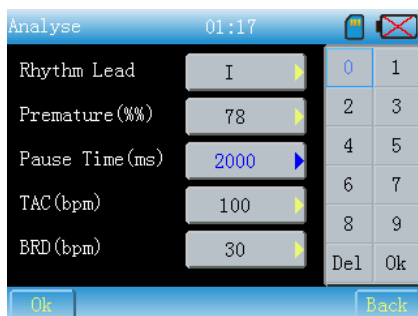

Fig. 7-22
(2) Temps de pause : cliquer sur le bouton pour appeler l'interface comme illustré dans la Fig.7-22.